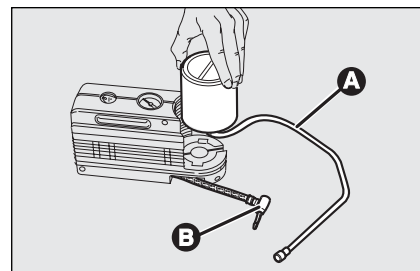

fig. 18
- ☐ déclencher la jonction **B-fig. 18**;